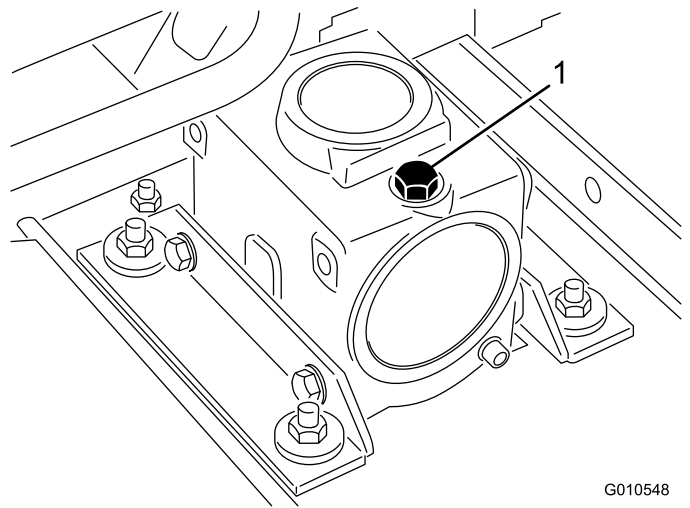

Figura 19
2. Parcheggiate la macchina e l'apparato di taglio su una superficie piana e abbassate l'apparato di taglio. Togliete il tappo di riempimento/asta di livello da sopra gli ingranaggi (Figura 19) e verificate che il lubrificante si trovi tra i segni riportati sull'asta. Se il lubrificante è insufficiente, aggiungete lubrificante per ingranaggi SAE 80-90 fino a portarne il livello tra i segni.